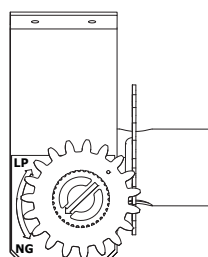

Fig. 7: Válvula selectora
Paso 2: ajuste la válvula selectora de gas. Presione la perilla de la válvula selectora y gírela en sentido contrario a las manecillas del reloj hasta que se detenga. Suelte la perilla (consulte la Fig. 7)